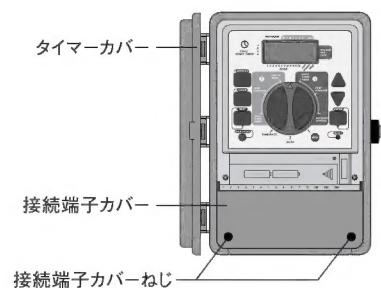

図14: インラインタイマー表
- タイマー下部の2つのねじ留めされた接続端子カバーを外して下さい。（図14）
- タイマーの下の部分の2つの接続端子カバーネジを外し、蓋をはずしてください。(図14)